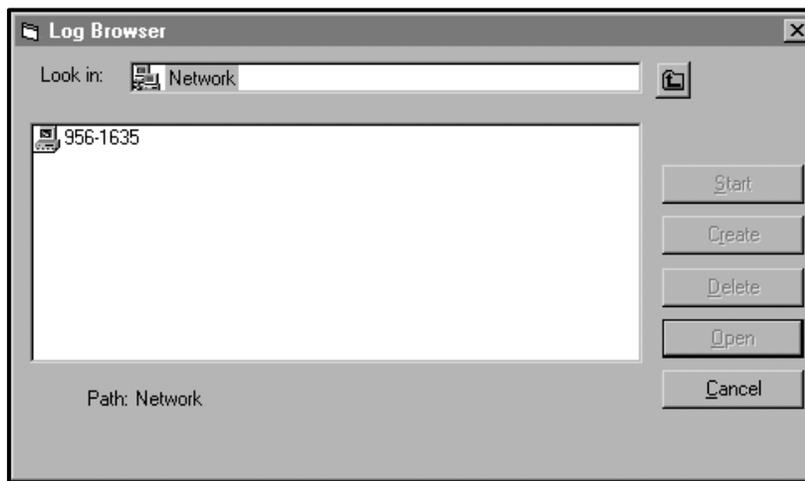

Figura 14: Selección de ordenador
- Haga clic en la opción *Log Browser (Navegador de registros)*. Aparece el cuadro de diálogo que se muestra en la Figura 14.